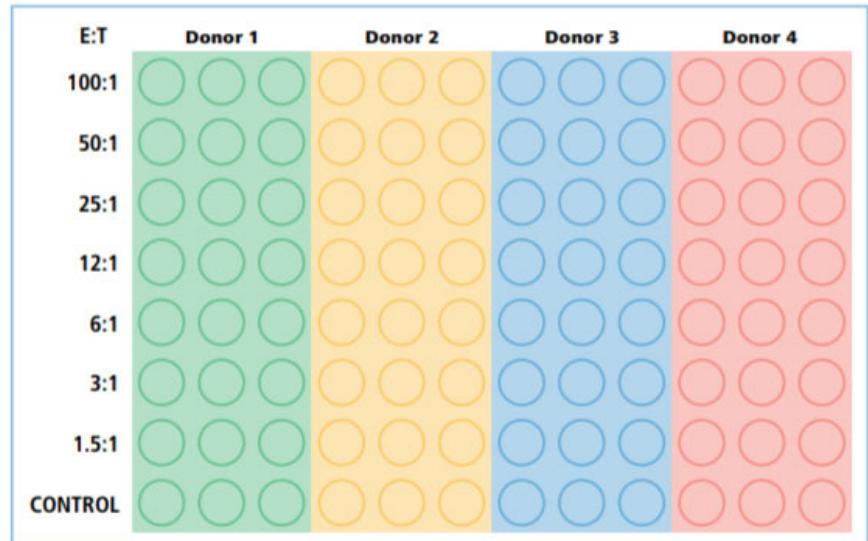

Figure 2: イメージングプレートのレイアウト
- G) 細胞をプレート内で再懸濁し、培養プレートの各ウェルから 50 μ l の細胞溶液を 96 ウェル平底イメージングプレートの対応するウェルに移します。サンプル毎にさらに 2 ウェルずつ繰り返します。(各試料につき、3 回繰り返します: 図 2 参照)